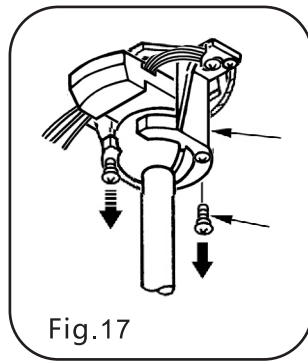

Fig.17
Paso 1. Quite 1 de los 2 tornillos de la parte inferior del soporte de suspensión y afloje el otro una media vuelta de la cabeza del tornillo. (Fig.17)